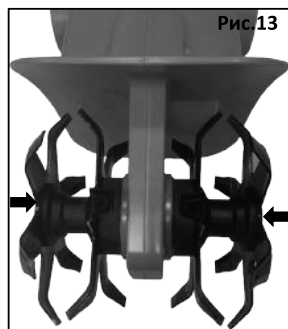

Рис.13
- Установите новые фрезы того же типа. Совместите монтажные отверстия фрез и вала фрез, проденьте болт с шестигранной головкой через монтажные отверстия и закрепите фрезы при помощи гайки. Надежно закрепите гайку подходящим гаечным ключом, затем затяните болт с шестигранной головкой по часовой стрелке с помощью подходящего торцевого ключа с усилием для обеспечения безопасной эксплуатации вашего изделия (Рис. 13).